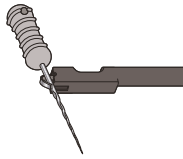

Рис. 2
- Не фіксуйте їх, див. рис. 2. Це перешкодить точному визначенню положення апекса та призведе до пошкодження кінчика тримача файлу.